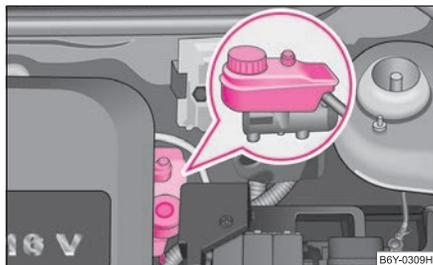

Abb. 144 Motorraum:
- Prüfen Sie den Bremsflüssigkeitsstand am Behälter ⇒ Abb. 144. Der Stand muss zwischen den Markierungen „MIN“ und „MAX“ liegen.